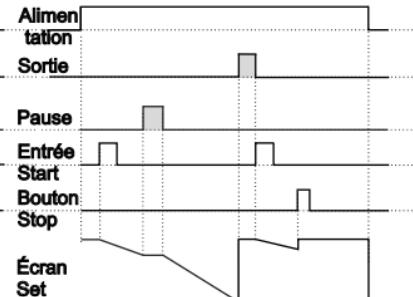

Figure 4.2
4.1.2 Si le décomptage est $\boxed{\text{dEct}} = 1$ et que $\boxed{\text{outF}}$ est $\boxed{0FF}$, le schéma de commande sera celui illustré à la figure 4.2